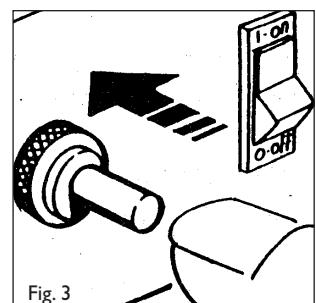

Fig. 3
- Carregar no botão da valvula de gás e várias vezes no do piézo-elettrico até que o bico de gás se acenda. (Fig. 3 - 4)